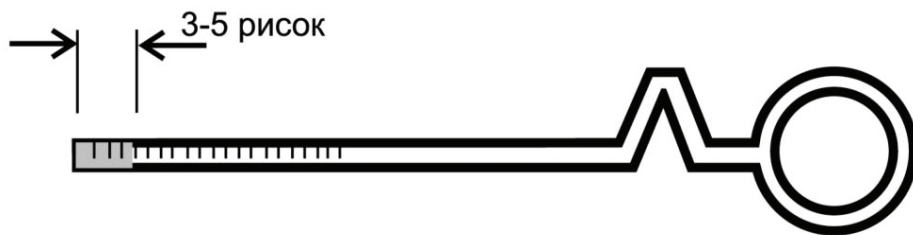

Рис. 2
4. Вставить щуп 3 в заправочное отверстие компрессора 1 так, как показано на рисунке 1 и измерить уровень масла в картере компрессора. Уровень масла должен быть в пределах 3-5 рисок щупа (рисунок 2).